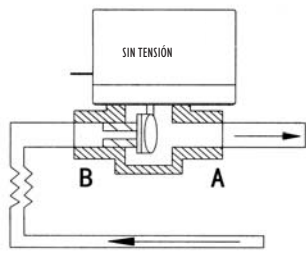
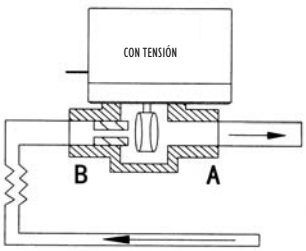

Fig. 1 - 2 VÍAS CERRADA
Fig. 2 - 2 VÍAS ABIERTA
**Válvulas de 2 vías:** Estas válvulas deben instalarse de forma que el sentido del fluido vaya de la boca B a la boca A (fig. 1). Sin alimentación la válvula está cerrada. Cuando alimentamos la válvula, el servomotor vence la fuerza del muelle y ésta queda abierta (fig. 2). Cuando quitamos alimentación el muelle de retorno vuelve a la posición de cerrado.